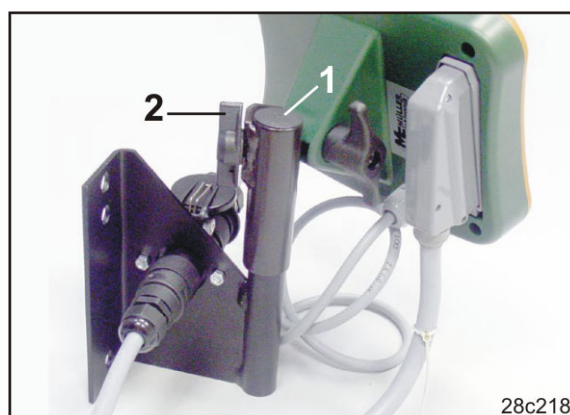

Fig. 12
1. Sett motstykket (Fig. 12/1) på konsollen og klem fast med vingemutteren (Fig. 12/2).